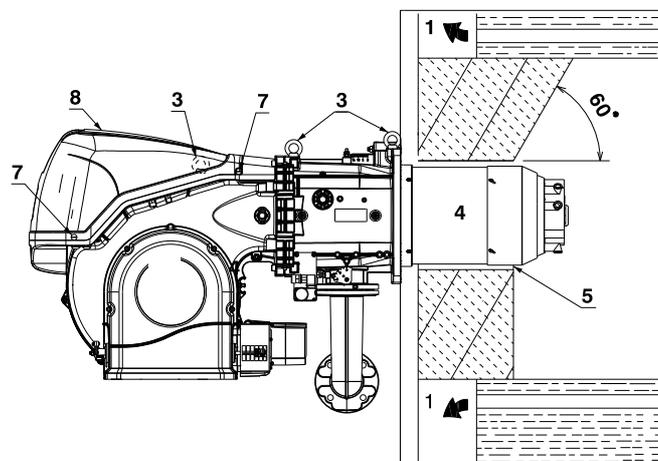

Fig. 15
Pour les chaudières avec circulation des fumées sur l'avant 1) (Fig. 15), ou avec chambre à inversion de flamme, réaliser une protection en matériau réfractaire 5), entre le réfractaire de la chaudière 2) et la buse 4).
Pour les chaudières avec la partie avant refroidie avec de l'eau, le revêtement réfractaire 2)-5) (Fig. 15) n'est pas nécessaire, sauf demande expresse du fabricant de la chaudière.
Prévoir un système de levage adéquat s'accrochant aux anneaux 3)(Fig. 15), après avoir retiré les vis 7) de fixation du capot 8).
- Introduire la protection thermique fournie de série sur la buse 4)(Fig. 15).